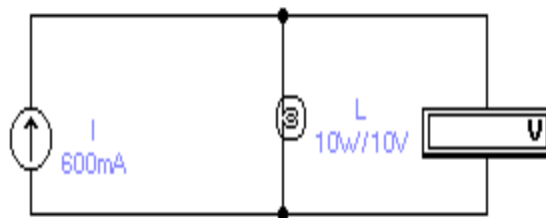

Рисунок 13. Применение лампы накаливания в качестве предохранителя.
22. Используя схему на рис. 13, определите ток I , при котором лампочка L перегорает при различных значениях допустимой мощности